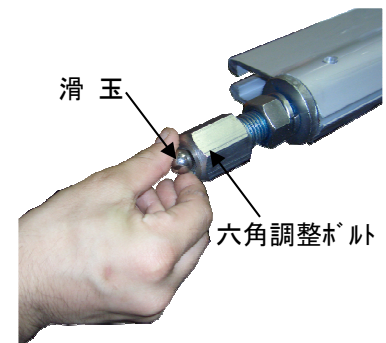

図 4
- ① ドアを吊り込む前にドア下部六角調整ボルトの穴に滑玉を挿入します。滑玉には挿入前にあらかじめ同梱のグリスを適宜塗布しておいてください。（図 4 参照）